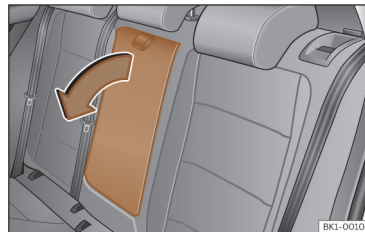

Fig. 76 Reposabrazos central trasero abatible (representación esquemática).
- Para *bajar* el reposabrazos, tire del lazo en el sentido de la flecha >>> **fig. 76**.